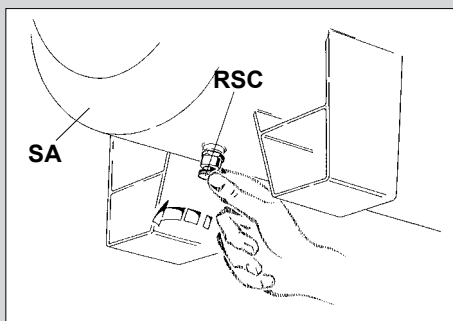

Рис. 49
- Откройте кран **RSC** (рис. 49), при необходимости воспользуйтесь плоскогубцами